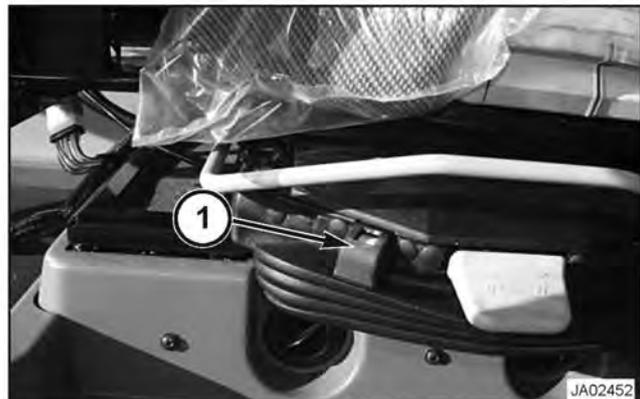

FIG. 10
FIG. 10: El indicador de ajuste vertical (1) se encuentra en el frente del lado derecho del asiento del operador. Cuando el operador esta sentado, el ajuste vertical del asiento es indicado por el color verde.